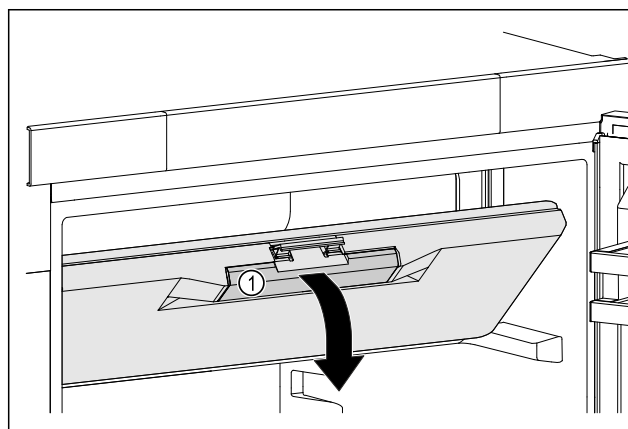

Fig. 46
- Dotkněte se dvířek mrazicího oddílu na prohlubni rukojeti Fig. 46 (1).